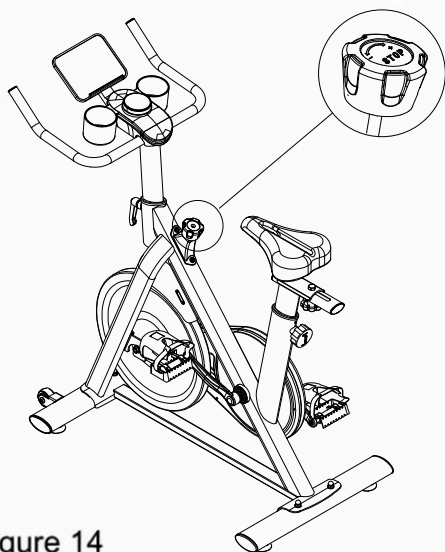

Figure 14
14. Tournez la poignée de réglage dans le sens des aiguilles d'une montre ou dans le sens inverse des aiguilles d'une montre pour augmenter ou diminuer la résistance. Appuyez sur la poignée pour activer la fonction de frein d'urgence, comme illustré à la Figure 14.